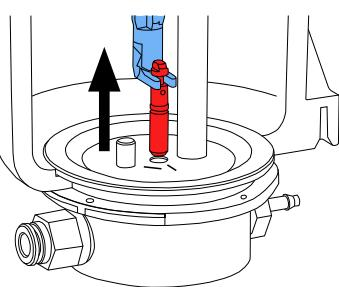

図 12
- ・流入ノズルを工具でしっかりと保持して、上に引っ張って下さい (図 12)。